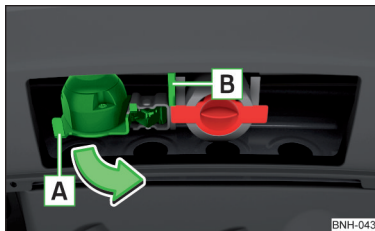

Fig. 146
- Apucați priza cu 13 pini [A] de mâner și rabatați-o în afară, în sensul săgeții » fig. 146.